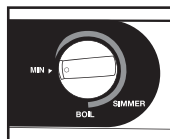

Fig. 6
1. Régler le thermostat sur "MIN" (Fig. 6). Mettre l'interrupteur sur "OFF" et débrancher le cordon de la prise de courant.